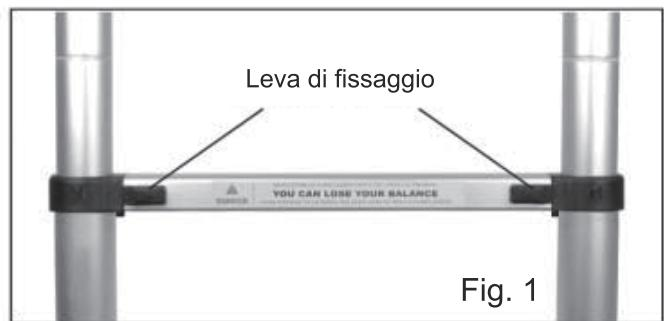

Fig. 1
- Ogni fissatore si unisce a una leva di fissaggio ben visibile dall'esterno (fig. 1).